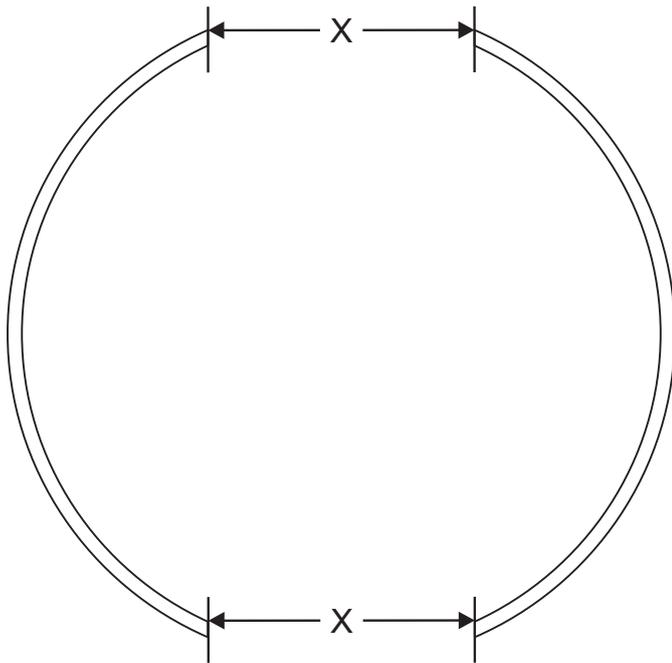

Рис. 36 Проверка зазора
8. Проверить зазор X (рис. 36) между сегментами ограждения цилиндрической формы со стороны входа и выхода, как показано на чертеже.